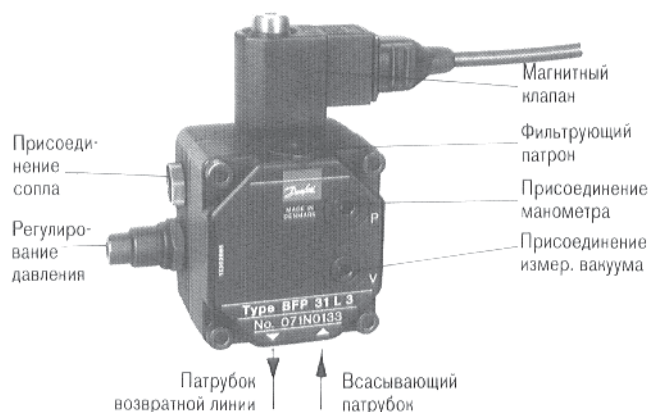
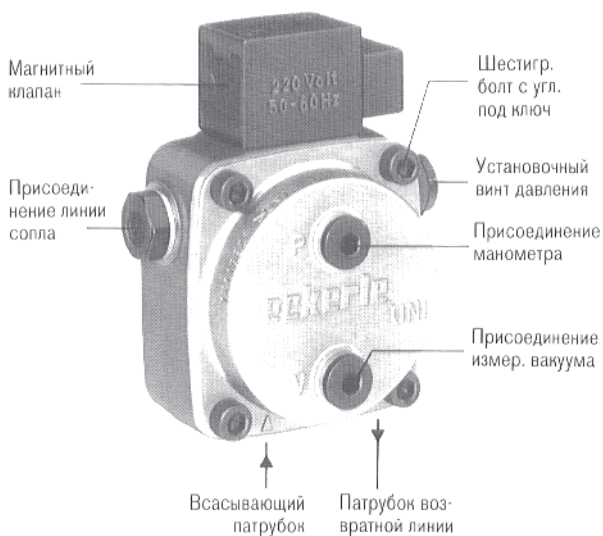

Рис. 9
Рис. 10
- 3.2 Для очистки масляного фильтра насоса фирмы Eckerle ослабить четыре болта с углублением под ключ (рис. 10). У насосов фирмы Danfoss только два болта с углублением под ключ (рис. 9).